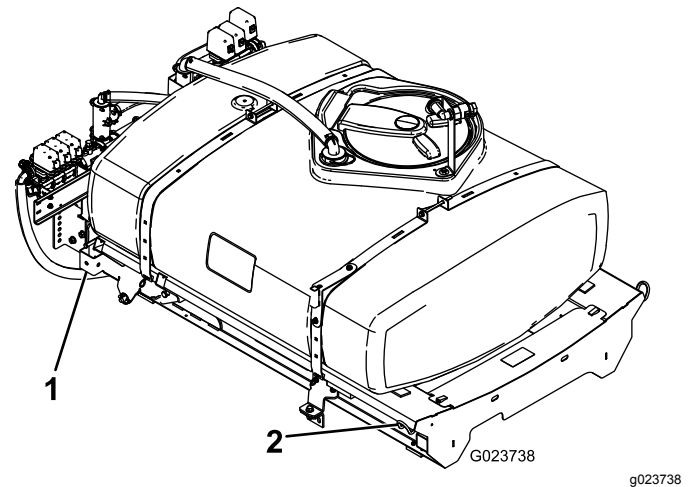

Figura 10
1. Utilizando um elevador, eleve o patim do depósito (Figura 10) e posicione-o por cima da estrutura do veículo com os conjuntos da válvula e da bomba voltados para trás.